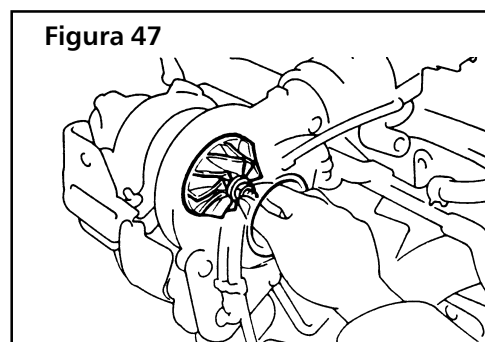

Figura 47
- c) Controlar el libre giro de las turbinas, moviéndolas con la mano (MOTOR APAGADO). (figura 47)